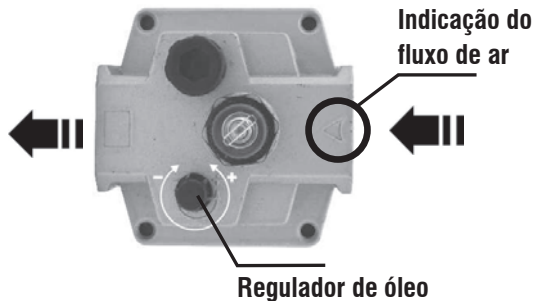

Fig. 7 Colocar óleo no lubrificador
2. Desrosqueie o bujão situado na parte superior do lubrificador (fig. 7);
1. Para aumentar a lubrificação do ar comprimido gire o regulador de óleo no sentido horário (fig. 7);
2. Para diminuir a lubrificação do ar comprimido gire o regulador de óleo no sentido anti-horário (fig. 7);
3. Atenção para um correto funcionamento do equipamento siga o sentido de montagem gravado na parte superior do mesmo, conforme fig. 7.